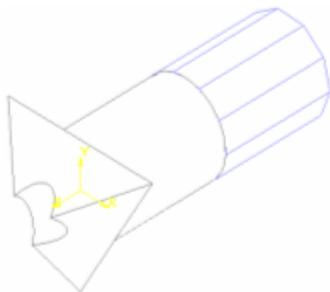
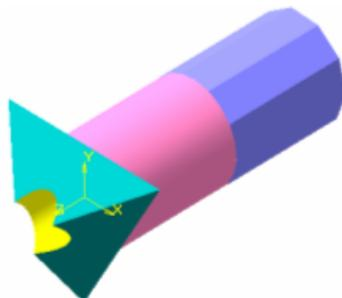

Рис. 100
Рис. 101
**УПРАЖНЕНИЕ №1. Моделирование сложного геометрического объекта (рис.100,101).**
7. Выполняем построение эскиза отверстия аналогично построению цилиндра (форма объектов одинакова) см. упражнение №1 лаб.раб. №7 указав радиус окружности основания отверстия 10мм (см. п..7-1, получим эскиз на рис.100) и параметр глубины отверстия (цилиндра)- Через все, т.е. через всю модель (см.рис.101). Вместо команды Операция выдавливания, указанной в п.9 выполняется